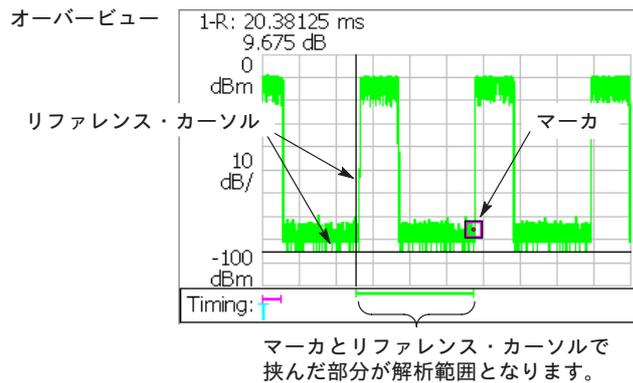

図 4-28 : マーカーとリファレンス・カーソルを使用した解析範囲設定
5. **Reference Cursor to Marker X** サイド・キーを押し、マーカ位置にリファレンスカーソルを表示します (図 4-28 参照)。